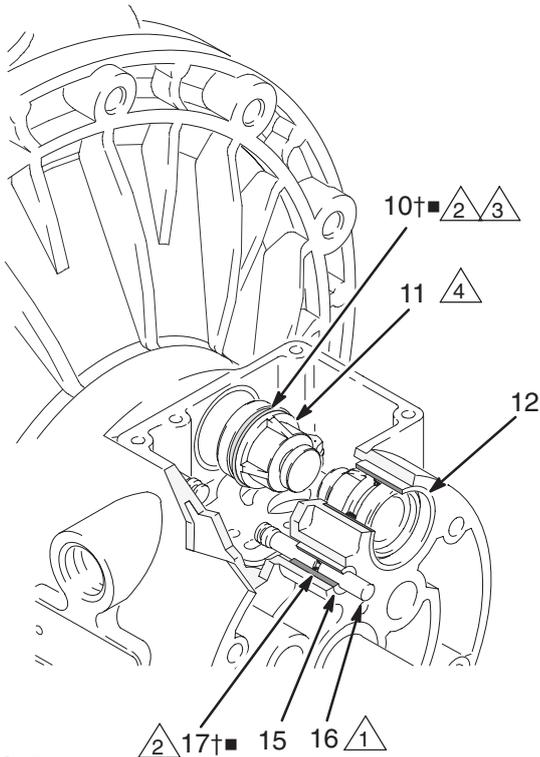

Abb. 8 03946B
4. Die beiden Stellmotorkolben (11) aus den Lagern (12) ziehen. Die Rillendichtungen (10†■) von den Kolben abziehen. Die Führungsstifte (16) aus den Lagern (15) ziehen. Die O-Ringe (17†■) von den Führungsstiften abziehen. Siehe Abb. 8.
6. Die Lager (12, 15) im eingebauten Zustand überprüfen. Siehe Abb. 8. Die Lager sind konisch, und wenn sie schadhaft sind, so müssen sie von außen ausgebaut werden. Dies erfordert den Ausbau der materialbenetzten Teile. Siehe Seite 20.
4. An jedem Führungsstift (16) einen O-Ring (17†■) einbauen. Die Stifte und O-Ringe fetten. Die Stifte mit dem **schmalen** Ende voran in die Lager (15) einschieben. Siehe Abb. 8.
5. An jedem Stellmotorkolben (10†■) Rillendichtungen (11) einbauen, so dass die Lippen der Rillendichtungen zum **schmalen** Ende der Kolben weisen. Siehe Abb. 8.
6. Die Rillendichtungen (10†■) und die Stellmotorkolben (11) fetten. Die Stellmotorkolben mit dem **dicken** Ende voran in die Lager (12) einschieben. Das schmale Ende des Kolbens frei lassen. Siehe Abb. 8.